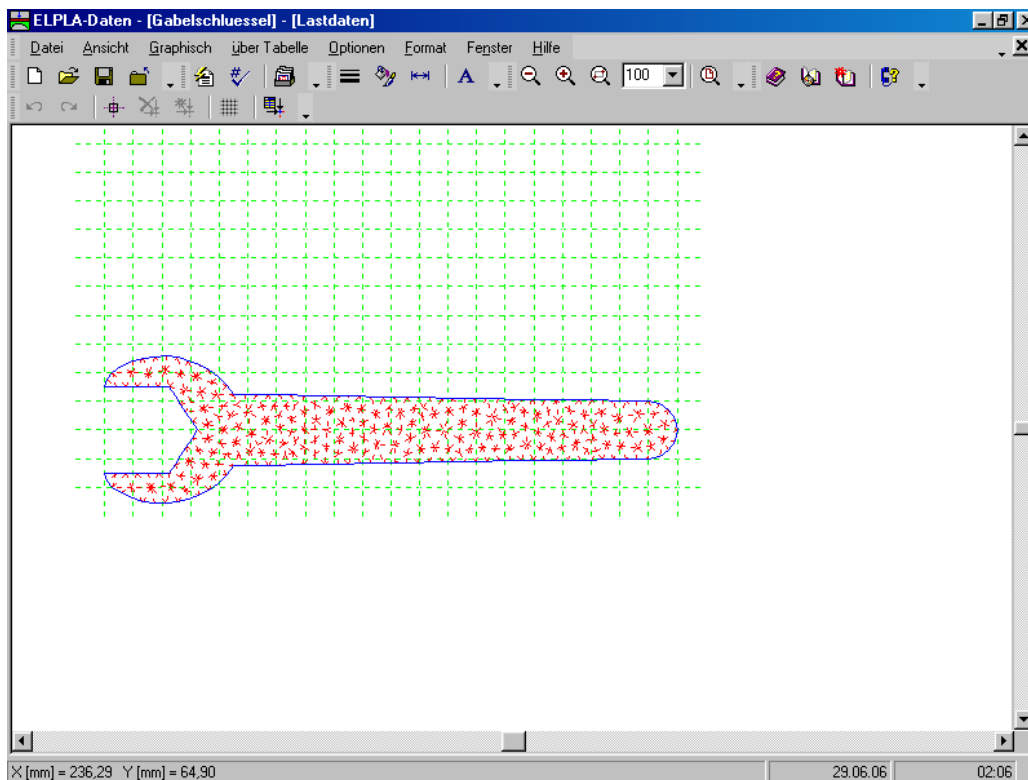
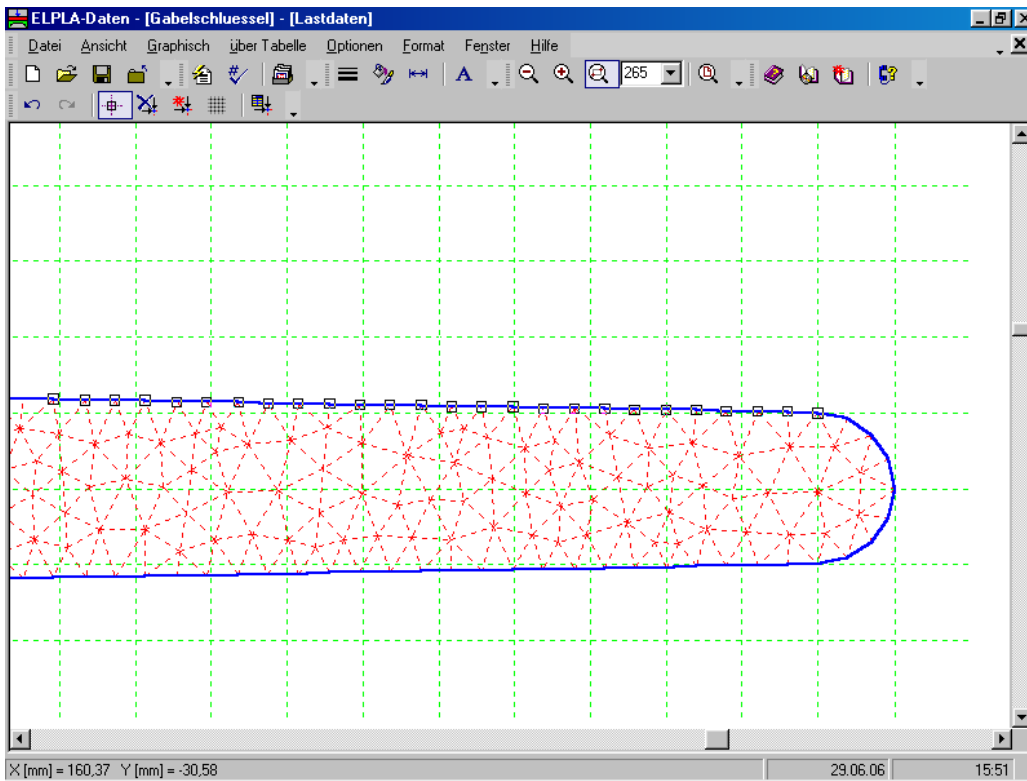

Bild 5-26 Eingebettetes Programm "Lastdaten"
Bild 5-27 Markieren der belasteten Knoten
- Wählen Sie den Befehl "Lastdaten" aus dem "Daten"-Menü des *ELPLA-Daten*-Fensters. Das folgende eingebettete Programm (Bild 5-26) erscheint
- Wählen Sie "Knoten markieren" aus dem Menü "Graphisch" im Fenster von Bild 5-26. Wenn der Befehl "Knoten markieren" gewählt wird, ändert sich der Cursor von einem Pfeil zu einem Kreuz. Da die Gesamtlast 200 [N] über eine Länge von 100 [mm] und die Knoten mit etwa 4 [mm] Abstand generiert sind, wählen Sie 25 Knoten vom Ende des Gabelschlüssels, wie im Bild 5-27 gezeigt. Dann markieren Sie die belasteten Knoten